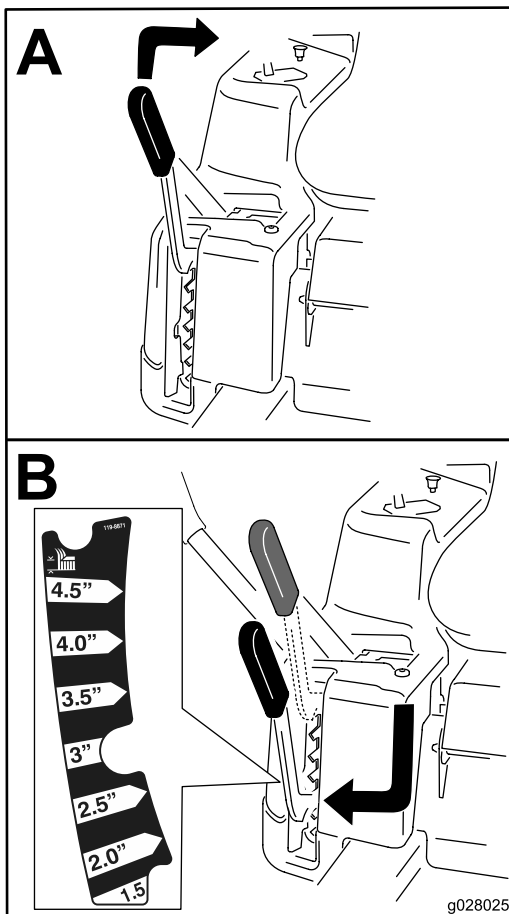

Figure 22
**Remarque:** La position de transport est la position de hauteur de coupe la plus élevée (115 mm [4½ po]), comme montré à la Figure 22.
La hauteur de coupe est réglée par le levier situé à droite de la position d'utilisation (Figure 22).